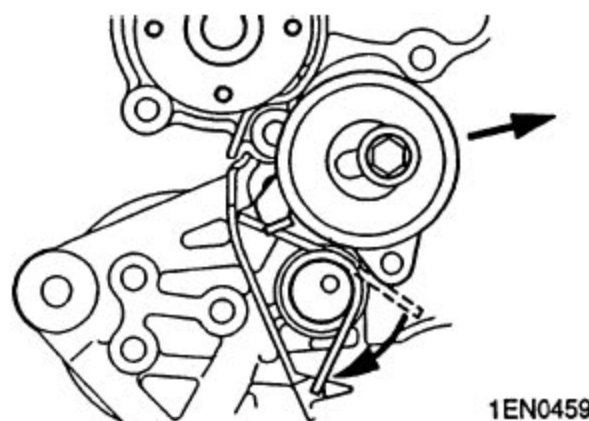

图 3-11
C). 夹住张紧器弹簧的另一伸长端，并如图 3-11 所示将它钩到机油泵壳体凸耳上。
D). 以图 3-11 所示方向移动正时皮带涨紧器，临时涨张紧皮带。